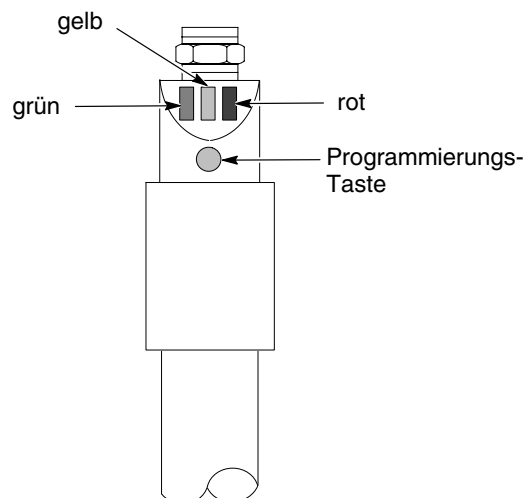

Abb. 4-11 Füllstandsensensorsonde mit einer Taste programmieren
3. Siehe Abb. 4-11. Die Programmiertaste drücken, bis die grüne LED langsam blinkt, dann loslassen. Wenn die grüne LED nicht mehr blinkt und die gelbe LED ausgeht, ist der Füllstandsensor für Leer programmiert.
2. Siehe Abb. 4-11. Die Programmiertaste drücken, bis die grüne LED schnell blinkt, dann loslassen.